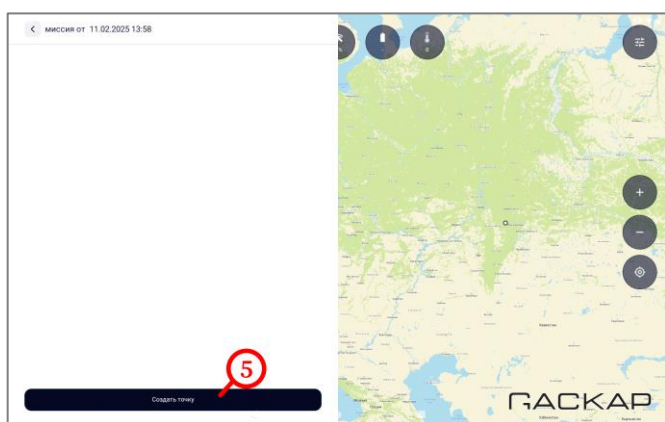

Рисунок 45
- на открывшейся форме нажать на кнопку «Создать точку» (рисунок 45, шаг 5);